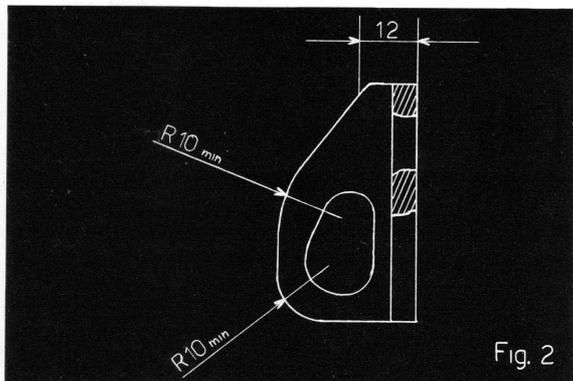

Fig. 2
- quando il chiper è in posizione deve essere possibile introdurre contemporaneamente nell'occhiello due barrette cilindriche; più precisamente una barretta di diametro $15 \pm 0,1$ mm nella parte superiore dell'occhiello, una di diametro $11 \pm 0,1$ mm nella parte inferiore (Fig. 2)